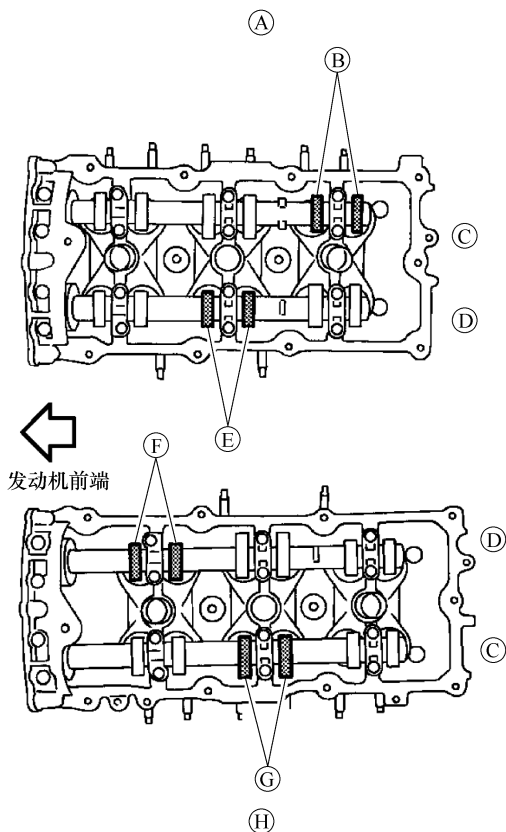

图 3-23 测量气门间隙位置
a. 参照图 3-23 和表 3-2 中所示“×”标记处测量气门间隙。